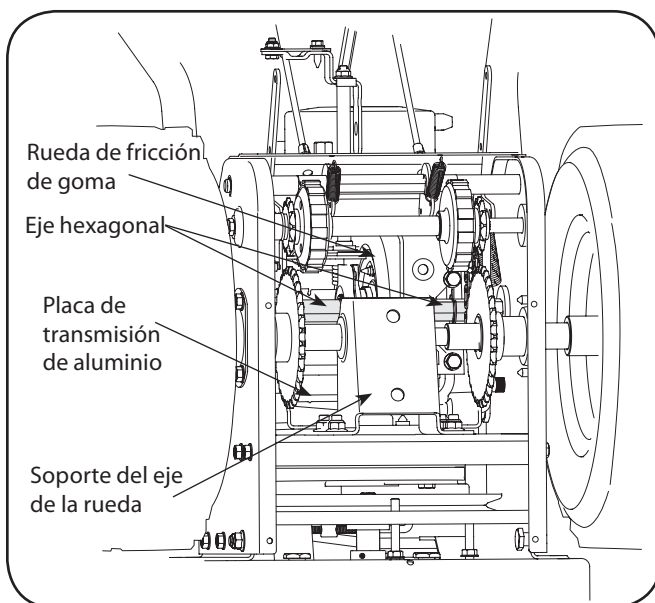

Figura 6-1
Quite la cubierta posterior por lo menos una vez por temporada o cada 25 horas de funcionamiento. Lubrique todas las cadenas, ruedas dentadas, engranajes, cojinetes, ejes y el mecanismo de desplazamiento. Use aceite para motores o un lubricante para rociar. Vea la Figura 6-1.
3. Aplique una capa ligera de aceite de motor (ó aceite tres-en-uno) al eje hexagonal. Vea la Figura 6-1.